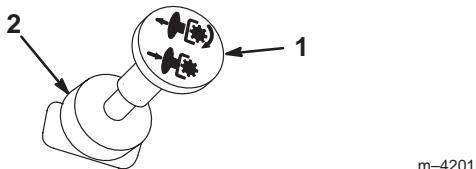

Figure 9
- Tirez sur la commande de PDF pour engager la PDF (Fig. 9).
Poussez la commande de PDF en position désengagée (Fig. 9).